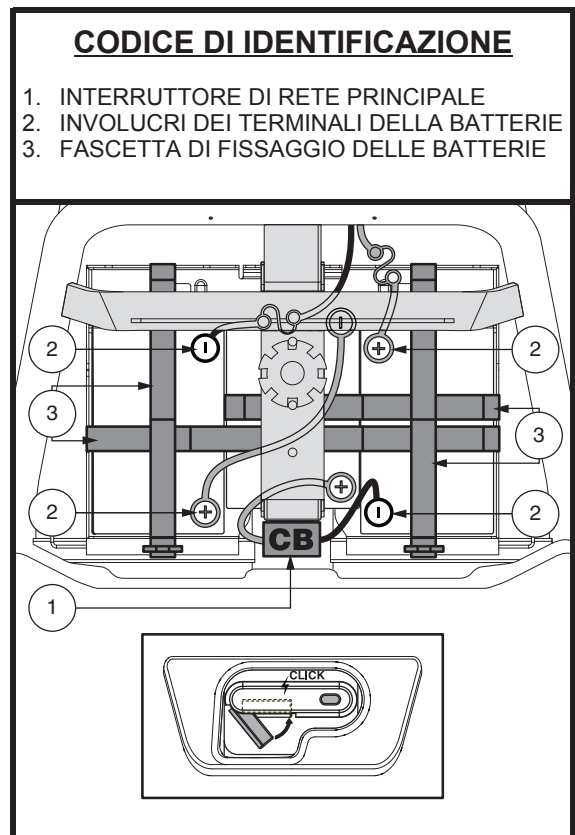

Figura 12. Rimozione della batteria/ installazione di terminali e connessioni
6. Posizionare la batteria nuova nell'alloggiamento corrispondente seguendo lo schema di cablaggio mostrato nella **figura 12.**